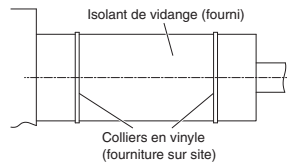

Fig. 3-10
- (2) Après avoir vérifié la vidange, enrouler la garniture fournie et l'isolant de tuyau de purge autour du tube, puis le fixer avec les colliers. (Fig. 3-10)